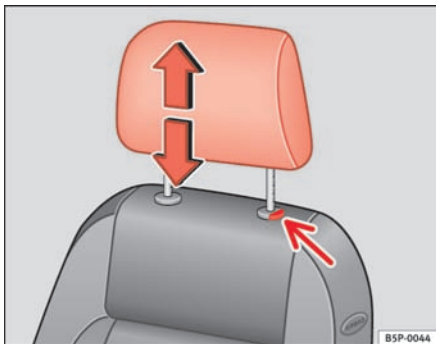

Fig. 70 Indstilling og afmontering af hovedstøtte
- Tryk på knappen ⇒ fig. 70 (pil).